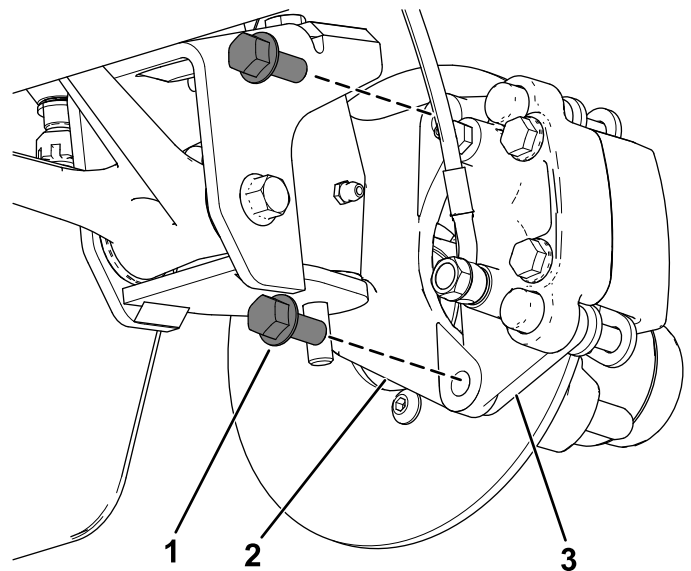
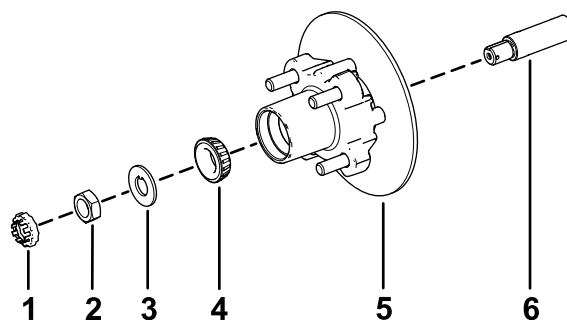

Figura 37
Figura 41
3. Retire los pernos con arandela prensada ($\frac{3}{8}$ " x $\frac{3}{4}$ ") que sujetan el soporte del conjunto de freno al eje y separe el freno del eje (Figura 37).
1. Aplique una ligera capa de grasa del tipo especificado en el eje (Figura 41).
2. Monte el cubo y el rotor en el eje con el rotor hacia dentro (Figura 41).
3. Monte el cojinete exterior en el eje y acople el cojinete al anillo de rodadura exterior (Figura 41).
4. Monte la arandela con pestaña en el eje (Figura 41).
5. Enrosque la tuerca en el eje y apriete la tuerca a 15 N·m, girando el cubo para asentar el cojinete (Figura 41).
2. Alinee las pastillas de freno en cada lado del rotor (Figura 37) y los taladros del soporte de la pinza con los taladros de montaje del freno de la mangueta (Figura 41).
3. Sujete el soporte de la pinza a la mangueta (Figura 37) usando los 2 pernos con arandela prensada ($\frac{3}{8}$ " x $\frac{3}{4}$ ").